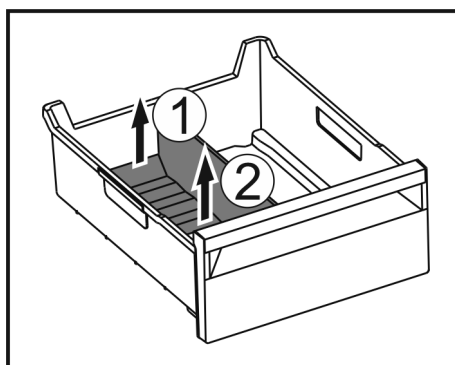

Fig. 49
► Приподнимите заднюю часть разделителя отделения для льда. Fig. 49 (1)
► Извлеките разделитель отделения для льда движением вверх. Fig. 49 (2)